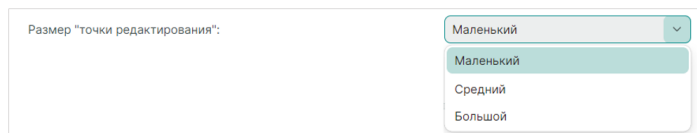

Рис. 67 Выбор размера для точек редактирования
- «Размер "точки редактирования"» – выбор размера для точек редактирования графических элементов, см. Рис. 67.